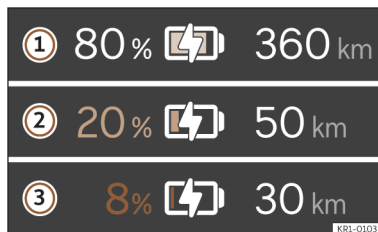

Fig. 3 No painel de instrumentos digital: autonomia e indicação da reserva.
O estado da carga atual da bateria de alta tensão indica-se com o símbolo  no painel de instrumentos digital >>> **Fig. 3 ①**. O símbolo da bateria estará mais ou menos cheio em função do estado da carga da mesma.
A autonomia do veículo é mostrada em quilômetros (km) ou milhas (mi) em função do ajuste selecionado >>> **Fig. 3 ②**.
Zona da reserva >>> **Fig. 3**